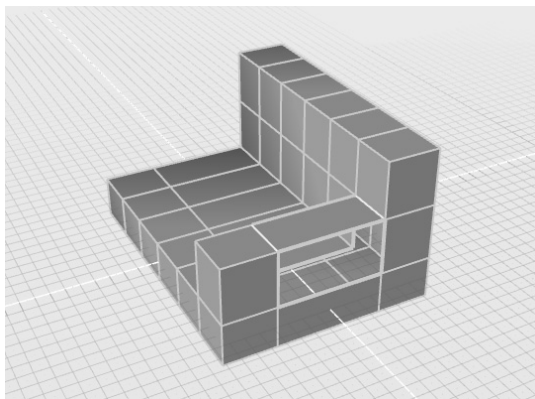

图 7-11 在两边之间创建桥接
9) 随后单击控制面板中的“创建桥体”工具，获得结果如图 7-11 所示。